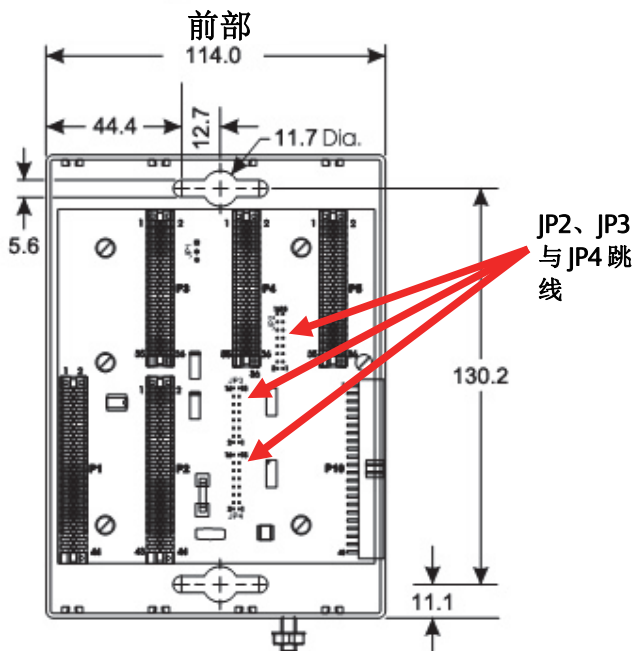

图2. ControlWave Micro 4 槽基本壳体尺寸（以毫米为单位）
- **基本壳体。** 将其放置在机柜装配板上的合适位置，使用 ControlWave Micro 作为模板找到面板上的安装孔。尺寸信息请参见图2。对板上的安装孔位置进行钻孔攻丝。将 ControlWave Micro 放置在钻攻好的位置上并使用四个螺丝（未提供）固定到装配板上。以大约 1.1 至 1.4 牛米的转矩拧紧螺丝。
**注：** 如果您将扩展壳体连接到4槽或8槽基本壳体上，请从4槽或8槽基本壳体的背板上拆下三个总线端子（JP2、JP3和JP4，如图2所示）。
基本壳体有一个接地片（参见图2），可接纳尺寸最大为 5.19 毫米 (4 AWG) 的线。在安装基本壳体及任何扩展壳体之后，以及在基本壳体或扩展壳体中安装任何模块之前，您**必须**在基本壳体接地片和已知的良好接地之间连接接地线。所有接地的地面与接地棒或接地网之间的阻抗必须为 2.0 欧姆或以下（使用接地系统检测器检测）。ControlWave Micro 的机柜接地与接地棒或接地网之间的接地导体的阻抗应为 1 欧姆或以下。